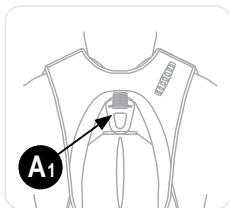

Figura 17
- Cuplați carabiniera cordonului amortizor de energie la punctul de atașare pentru asigurarea la cădere, marcată cu **A1** (figura 17). **A1** este singurul punct de atașare care va declanșa funcția de salvare a echipamentului MSA PRD.